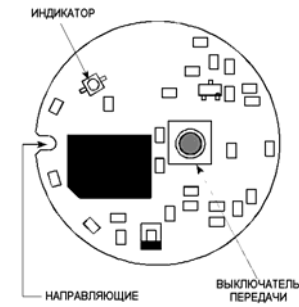

Рисунок 3. Блок передатчика – вид сверху
- B. Установите крышку так, чтобы индикатор и кнопка совпадали со своими отверстиями (Рисунок 3).